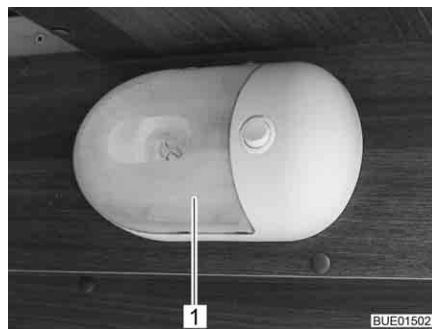

Bild 267 Aufbauleuchte
- Transparente Abdeckung (Bild 267,1) vorsichtig auf beiden Seiten zusammendrücken, leicht vom Schalter wegziehen und nach vorn abnehmen.